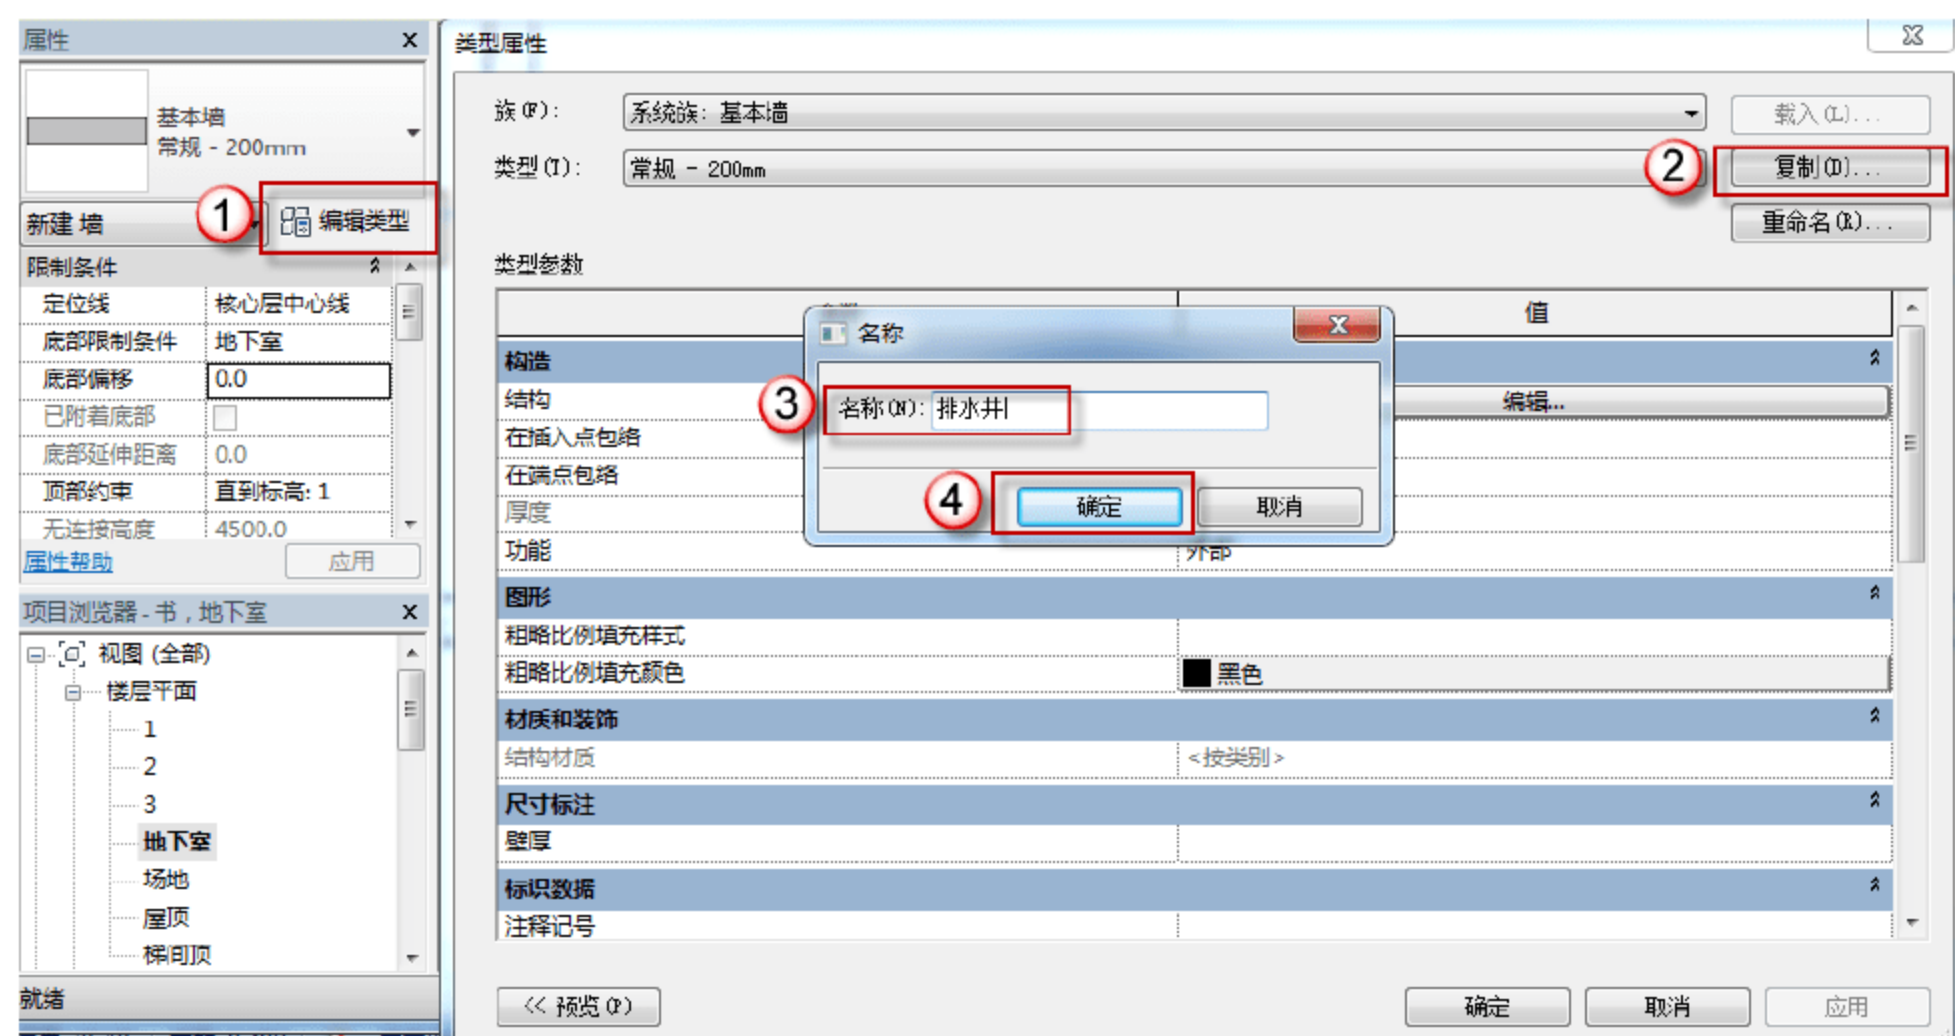

图 9.2.23 复制创建“排水井”
(3) 复制创建“排水井”。在“属性”面板中单击“编辑类型”按钮，在弹出的“类型属性”对话框中单击“复制”按钮，然后在弹出的“名称”对话框中输入“排水井”字样，最后单击“确定”按钮，如图 9.2.23 所示。